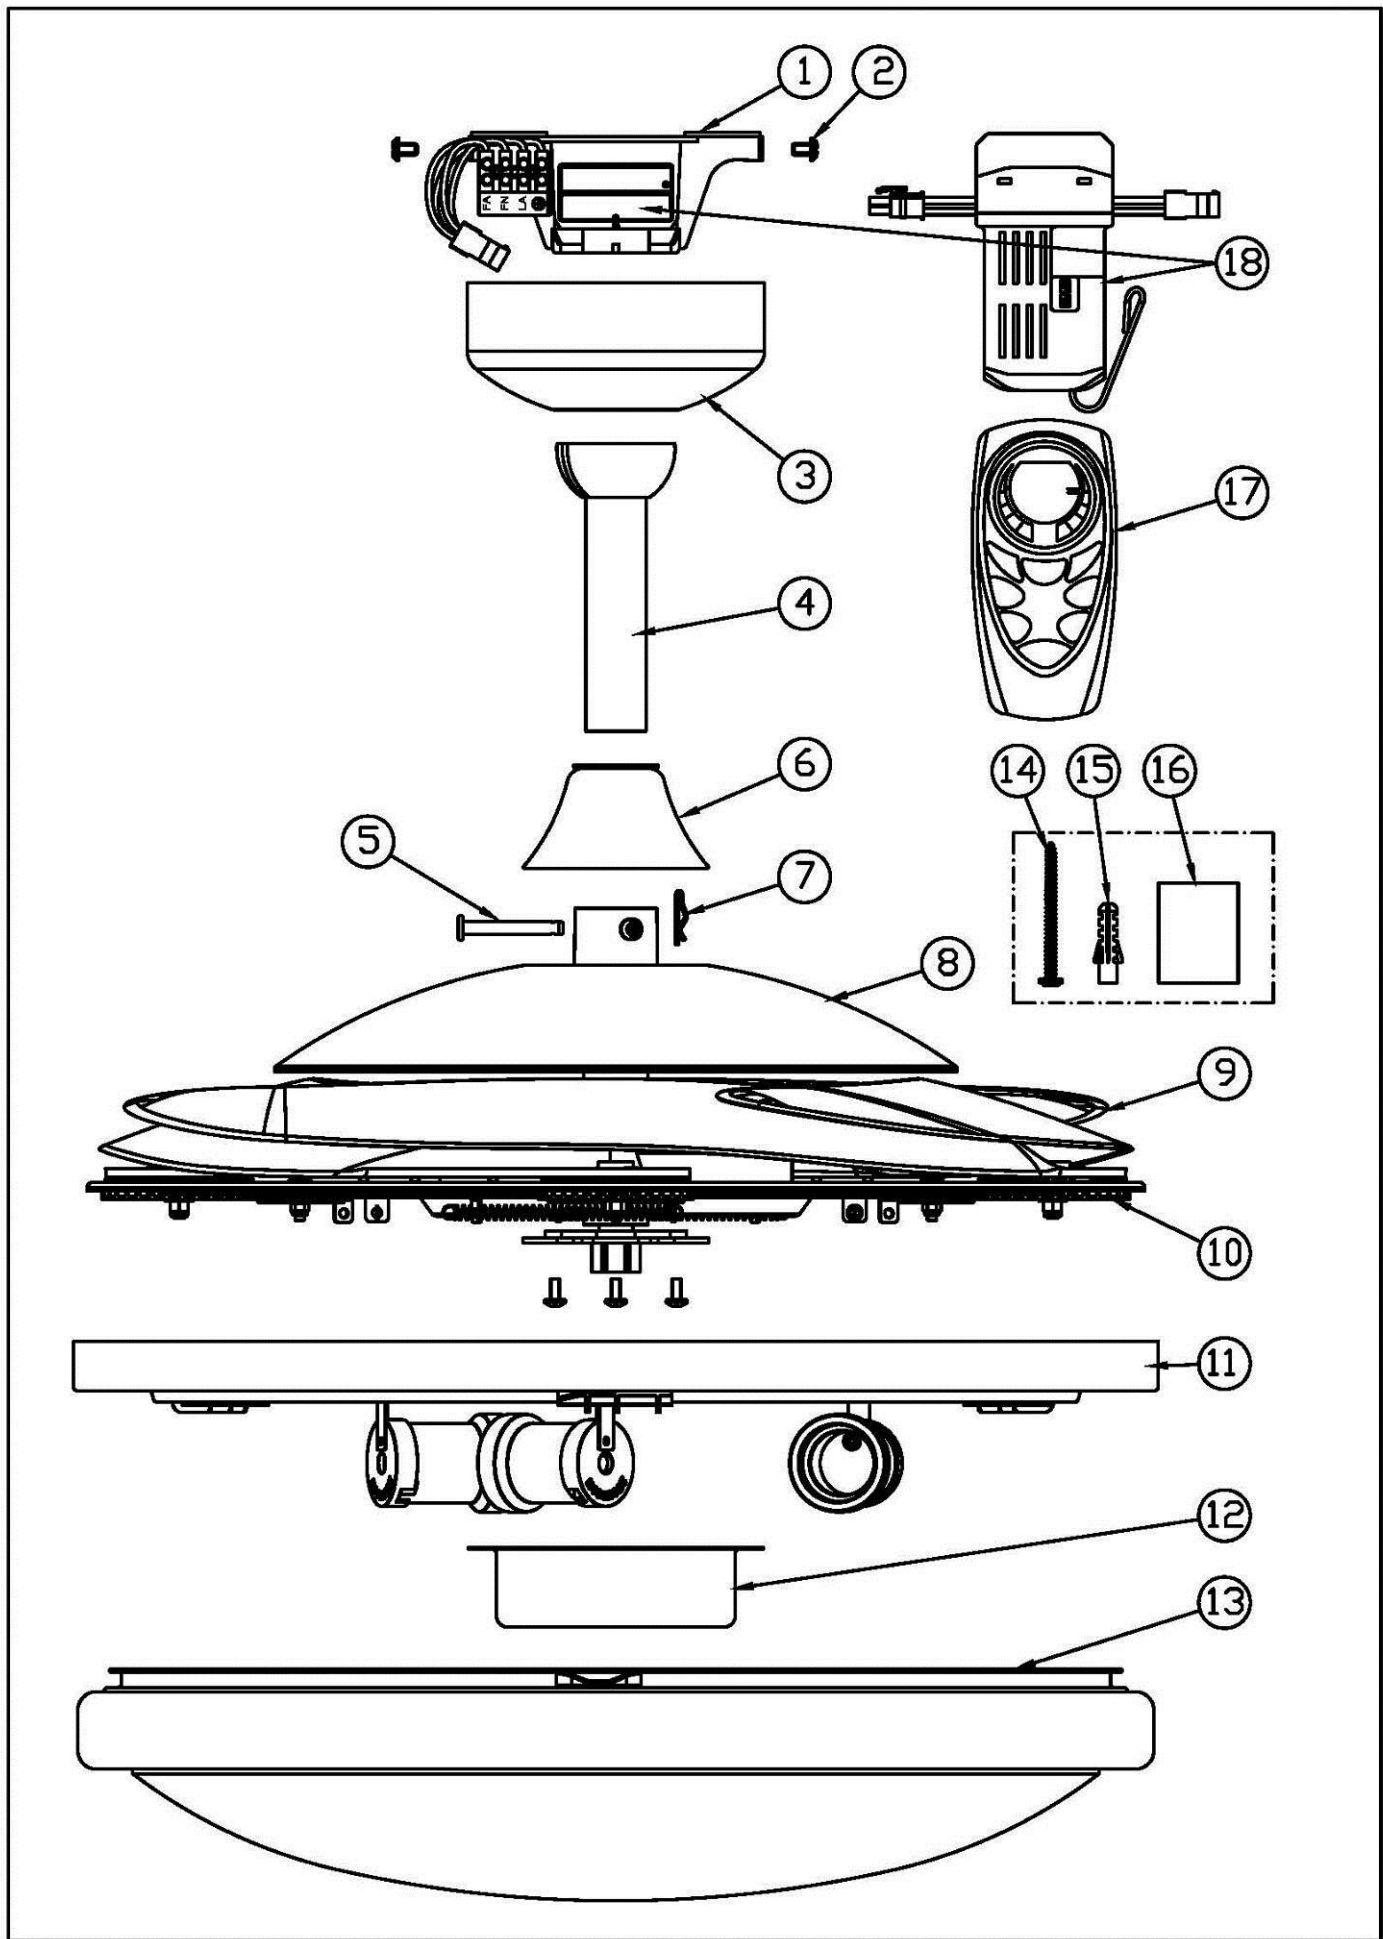

figura 1
Disimballare il ventilatore e identificarne tutti i componenti. Consultare la figura 1.
- 2) Rimuovere la calotta da soffitto (N. 3 – Figura 1) allentando le 2 viti a intaglio.
- 1) Infilare l'asta attraverso la calotta a soffitto (N. 3 – Figura 1) e il coperchietto del bullone e puntale (N. 6 – Figura 1).
- 3) Inserire l'asta di sospensione (N. 4 – Figura 1) dall'alto dell'unità (N. 8 – Figura 1), allineare i fori dell'unità con quelli corrispondenti dell'asta e inserire il bullone (N. 5 – Figura 1). Montare il puntale (N. 7 – Figura 1) sulla testa del bullone.
- 2) Inserire il ricevitore telecomandato nella staffa (N. 1 – Figura 1).
- 4) Fare scorrere la calotta a soffitto (N. 3 – Figura 1) sulla staffa di montaggio mediante i fori scanalati. Allineare gli altri due fori e installare le altre due viti. Serrare saldamente le quattro viti.